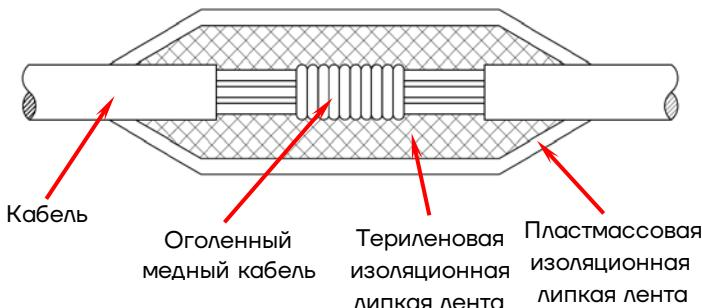

Рис. 9. Изоляция электрокабеля
- 5) Как указано на рис. 9, следует обмотать соединители териленовой изоляционной липкой лентой и убедиться, что она прижимает половину первого круга, (это метод изоляции полууступами). Обмотать 8 – 12 раз. После оберывания, обмотать дважды пластмассовой изоляционной липкой лентой для надежной защиты.